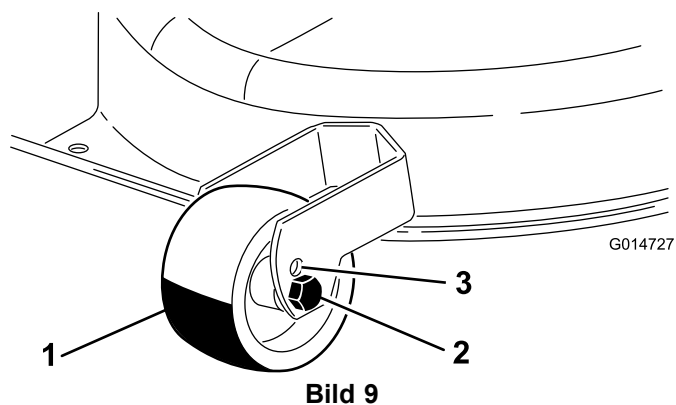

Bild 9
- Wenn Sie die Schnitthöheinstellung 1 oder 2 verwenden möchten, setzen Sie die Mähwerkkräder in das oberste (höchste) Loch in den Radhalterungen (Bild 9).
siehe Bild 9.